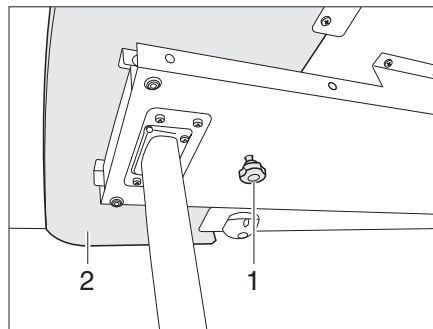
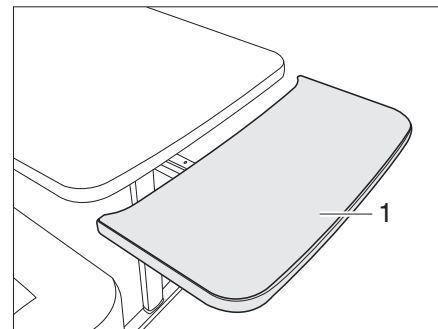

Fig. 77 Bloqueo de la prolongación del tablero de mesa
Fig. 78 Prolongación del tablero de mesa
- Aflojar el tornillo moleteado (Fig. 77,1).
- Extraer la prolongación del tablero de mesa (Fig. 77,2) hasta el tope (Fig. 78).
- Girar la prolongación del tablero de mesa (Fig. 78,1) hacia arriba formando un arco. La prolongación del tablero de mesa tiene contacto a ras con el tablero de la mesa.
- Retirar la prolongación del tablero de mesa (Fig. 78,1) del tablero de la mesa hasta el tope y presionarla hacia abajo venciendo la resistencia de los resortes de retención. La prolongación del tablero de mesa se desplazará hacia abajo formando un arco (Fig. 78).
- Apretar el tornillo moleteado (Fig. 77,1).